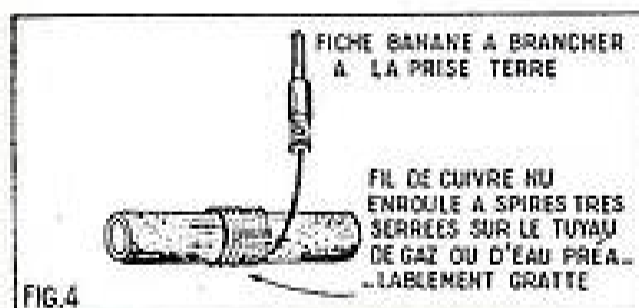

FIG.4
La prise de « Terre » peut être réalisée en utilisant une conduite d'eau ou de gaz de ville (fig. 4).
Si le relais bat régulièrement et si le temps de contact repos est égal à celui de contact travail, le moteur étant sollicité dans un sens tantôt, tantôt dans l'autre, ne bouge pas ou peu en raison de son inertie. Il oscille très légèrement autour d'une position moyenne. Ce résultat est obtenu lorsqu'à l'émission le relais découpeur fournit des trains d'ondes égaux et de durée égale à celle des silences qui les sépare. Cette émission en « créneaux » peut être représentée par le graphique 1 de la figure 4. Une telle émission procure la mise en ligne droite de l'engin téléguidé, la position « Centre ».
de deux impulsions successives. De cette façon, si le temps d'émission est plus court le temps de silence est plus long, ce qui correspond au graphique 2 de la figure 4. A la réception, le relais restera plus longtemps en position R qu'en position T et le moteur sera plus longtemps alimenté par la batterie A2 que par la batterie A1. Il aura donc tendance à tourner plus dans un sens que dans l'autre et en fait, il se déplacera lentement dans ce sens au fur et à mesure que la diminution de l'impulsion et l'augmentation du silence à l'émission s'accroissent pour le cas extrême d'une
Si inversement on agit sur le relais, découpeur de manière à obtenir une émission de plus en plus longue suivie d'un silence de plus en plus court, ce qui correspond au graphique 3 de la figure 4, c'est la batterie A1 qui débite plus longtemps dans le moteur que la batterie A2 et le moteur se déplacé de plus en plus dans le sens inverse de précédemment en entraînant le gouvernail vers la gauche. Pour une émission totalement continue, il se cale dans la position extrême « à gauche toute ». En réalité, le gouvernail a tendance à suivre les oscillations du moteur et par conséquent à « frétiller » à la cadence du relais. Mais ce battement est absorbé par l'inertie du gouvernail et surtout par la résistance de l'eau dans le cas d'une embarcation. Pour un avion, la résistance de l'air étant moindre, ce battement est plus perceptible, mais il est trop rapide pour avoir une influence sur la direction générale. Cette dernière est conditionnée par la position moyenne du gouvernail
liaison existe mais elle se fait par une résistance de $5\,600\ \Omega$ en série avec une $470\ \Omega$. Les circuits émetteurs contiennent une résistance commune de $180\ \Omega$ qui contribue au couplage nécessaire à l'entretien des oscillations de relaxation. Ce couplage est complété par les condensateurs de $4\ \mu\text{F}$ qui joignent : l'un le collecteur de l'OC72 (1) à la base de l'OC72 (2) et l'autre le collecteur de l'OC72 (2) à la base de l'OC72 (1). Entre ces bases des deux transistors est disposé un potentiomètre de $25\,000\ \Omega$ dont le curseur est relié à la ligne $-9\ \text{V}$ par une résistance de $5\,600\ \Omega$. Sans entrer dans une explication détaillée du processus de fonctionnement, disons que par suite du couplage par les condensateurs de liaison et par la résistance commune des circuits émetteur, lorsqu'un transistor débite l'autre est bloqué, et ceci périodiquement. Il en résulte qu'on recueille sur le collecteur de chaque OC72 une tension en créneaux dont les variations correspondent au diagramme de la figure 4.
A ce moment, les périodes de débit des transistors sont égales aux périodes de blocage ce qui correspond au diagramme 1 de la figure 4. Si on déplace le curseur du potentiomètre dans un sens, cela a pour effet d'augmenter la résistance de base d'un des transistors et de diminuer celle de l'autre. A ce moment la période de débit d'un de ces transistors diminue, tandis que sa période de blocage augmente de telle façon que la somme des temps reste égale. En définitive, la fréquence de l'oscillation de relaxation reste toujours inchangée, mais on fait varier de façon inverse la durée du débit et celle du blocage. Plus on tourne le potentiomètre dans ce sens, plus la période de débit du transistor considéré diminue et plus sa période de blocage augmente. En position extrême, on obtient un blocage permanent. Cette manœuvre du potentiomètre de $25\,000\ \Omega$ correspond donc au diagramme 2 de la figure 4. Si partant de la position médiane du curseur sur le potentiomètre, on tourne ce dernier dans l'autre sens on obtient une variation inverse : la période de débit du transistor considéré augmente au fur et à mesure de ce déplacement tandis que la période de blocage diminue. On retrouve alors le cas illustré par le diagramme 3 de la figure 4. A noter que ces variations sont les mêmes pour les deux transistors mais ont lieu en opposition de phase. On peut donc recueillir les impulsions à front raide sur le collecteur de l'un ou de l'autre des